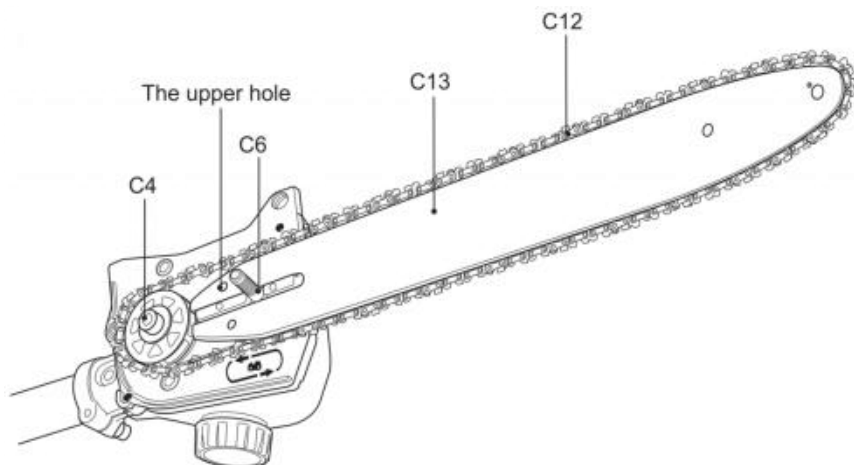

Fig. 10
6) Allineare il gruppo catena (C12) e barra guida (C13) con il pignone di trasmissione (C4) e il bullone di fissaggio (C6). Posizionare la catena (C12) attorno al pignone di trasmissione (C4) e quindi abbassare la barra guida (C13) per installarla sul bullone di fissaggio (C6). Assicurarsi che il perno di tensione sia inserito nel foro superiore della barra guida (C13). (Fig. 10)